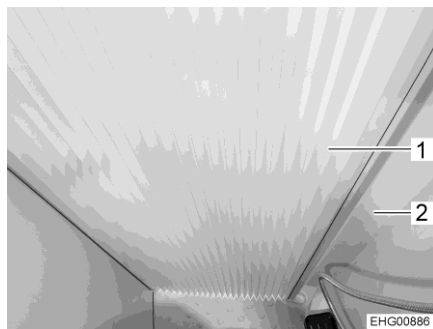

Fig. 170 Tendina plissettata, chiusa
- Chiudere la tendina plissettata (Fig. 170,1). A tale scopo, tirare la tendina plissettata verso la parete orientabile grande (Fig. 170,2), fino a che la chiusura magnetica della tendina plissettata mantiene la posizione.